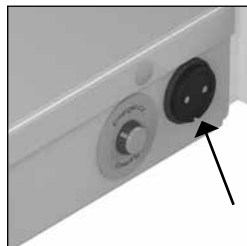

Figure 10 Raccordement du chargeur.
- La prise de raccordement du chargeur est située au centre du châssis (Cf. figure 10).
- Raccordez le chargeur au brancard Marina (Cf. figure 10).